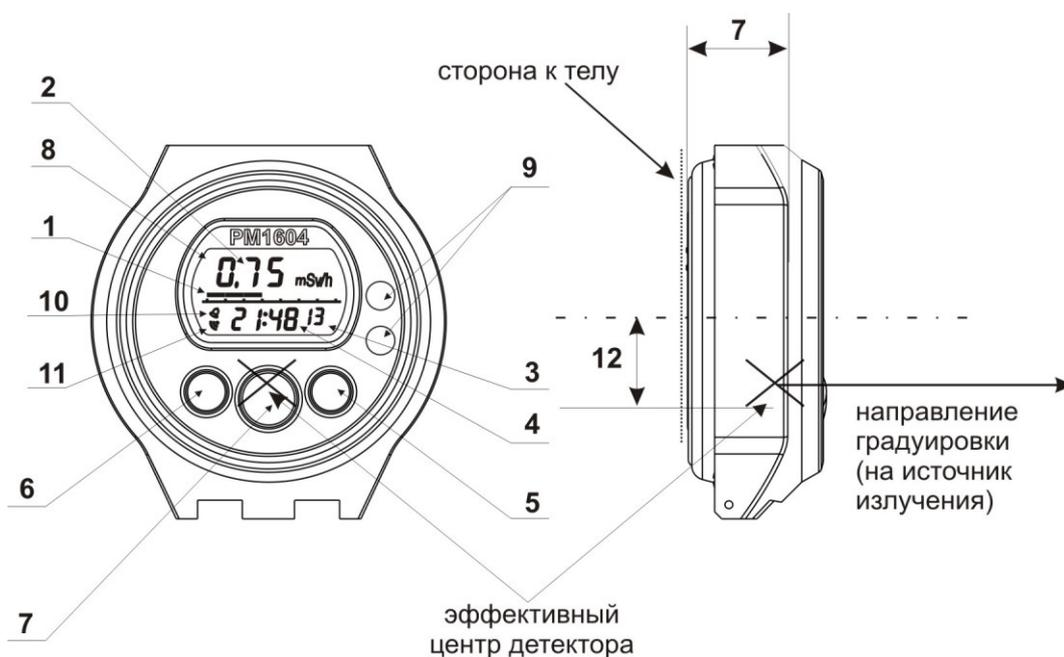

Рисунок 1.2 – Общий вид дозиметра
- Зона ЖКИ (2), рисунок 1.2 – вывод значений МЭД;
- Зона ЖКИ (3) – вывод секунд текущего времени – включен;
- Зона ЖКИ (3) – вывод значений коэффициента вариаций – отключен;
- Зона ЖКИ (4) – вывод текущего времени в часах минутах – включен;
- Зона ЖКИ (4) – вывод времени усреднения значений МЭД – отключен;
- Зона ЖКИ (2), рисунок 1.2 – вывод значений ЭД
- Зона ЖКИ (3) – вывод значений времени накопления ЭД в тысячах часов (символ “h” индицируется при времени накопления ЭД меньше тысячи часов).
- Зона ЖКИ (4) – вывод значений времени накопления ЭД в часах – включен.
- Зона ЖКИ (2), рисунок 1.2 – номер дозиметра;
- Зона ЖКИ (3) – месяц изготовления дозиметра;
- Зона ЖКИ (4) – год изготовления дозиметра;
- Зона ЖКИ (2), рисунок 1.2 – символ режима будильник “AL” (“AL”);
- Зона ЖКИ (4) – часы и минуты.
- Зона ЖКИ (2), рисунок 1.2 – символ режима таймер “TR” (“TR”);
- Зона ЖКИ (3) – секунды;
- Зона ЖКИ (2), рисунок 1.2 – символ режима секундомер “ST” (“ST ” и десятые доли секунды);
- Зона ЖКИ (2), рисунок 1.2 – день недели;